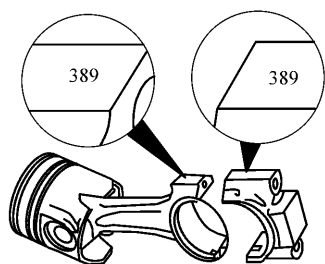

图 5-20 相同字码同侧安装
5) 装复连杆大端盖。将连杆和大端盖上印的相同字码同侧安装(图 5-20), 然后按规定交替拧紧连杆螺栓至规定扭矩。